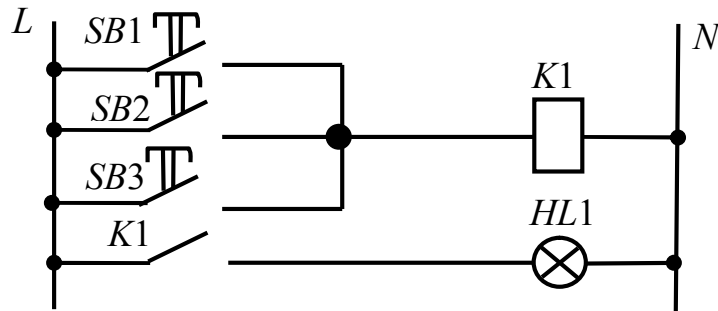

Рисунок 2.1, а
2. Схема, що реалізує операцію "І" (рис. 2.1, б). У цій схемі реле $K1$ включається тільки при замиканні всіх кнопок $SB1, SB2, SB3$.